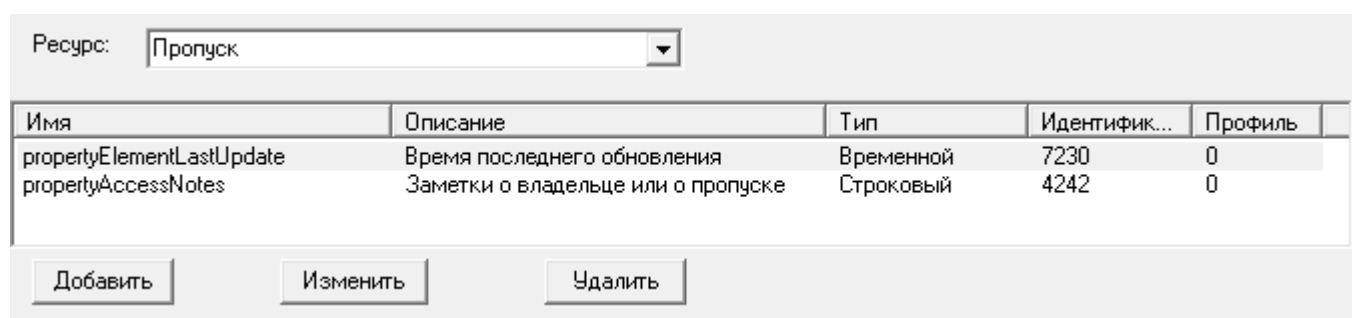

Рисунок 9.80 — Окно частных свойств элемента **Служба НЕЙРОСС**, вкладка **Доп. атрибуты ресурсов**
1. В окне частных свойств элемента **Служба НЕЙРОСС** перейдите к вкладке **Доп. атрибуты ресурсов** (рисунок 9.80).